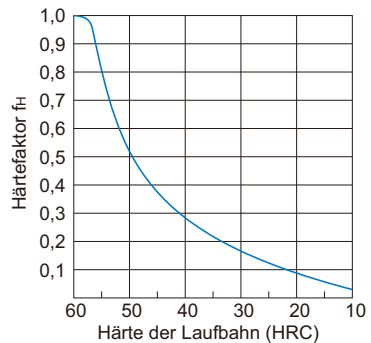

Abb. 2 Härtefaktor ( $f_H$ )
- C : Dynamische Tragzahl (N)
- $P_c$  : Berechnete Radialbelastung (N)
- $f_H$  : Härtefaktor (siehe Abb. 2 auf B5-6)